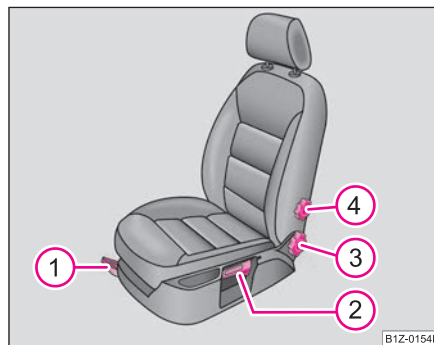

Fig. 60 Elemente de comandă pe scaun
- Se trage maneta ① ⇒ pagina 81, fig. 60 în sus și se deplasează scaunul în poziția dorită.
- Se eliberează maneta ① și se deplasează scaunul mai departe, până când se blochează.
- Depărtați spatele de pe spătar și rotiți roțița ③ ⇒ pagina 81, fig. 60, pentru a regla spătarul scaunului.